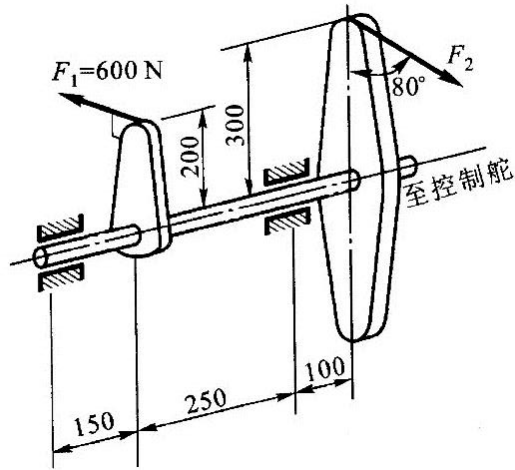

图 9
5. (20 分) 图 9 所示为操纵装置水平杆, 图中长度单位为 mm。杆的横截面为空心圆, 内径 $d = 25\text{mm}$, 外径 $D = 30\text{mm}$ 。材料为 Q235 钢, $[\sigma] = 100\text{MPa}$ 。控制片受力 $F_1 = 600\text{N}$ 。试用第三强度理论校核该杆的强度。